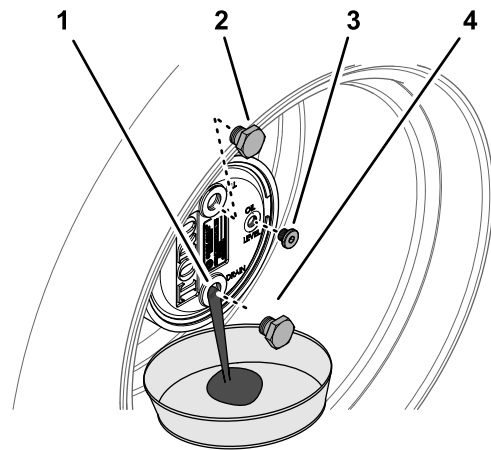

図 92
2. 補給プラグが時計の 12 時を指し、点検プラグが 3 時の位置を指すようにマシンを駐車する 図 92。
3. プラネタリハブの下にオイル回収容器を置き、6 時の位置にあるドレンプラグを外してオイルを抜く 図 92。
5. プラネタリハウジングのドレン穴にプラグを取り付ける 図 92。